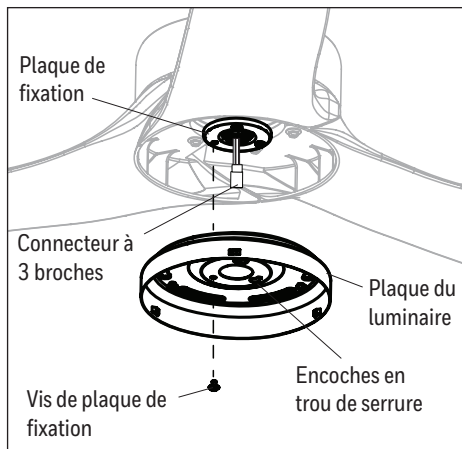

Figure 5.4
- Retirez l'une des trois vis de plaque de fixation préassemblées à la plaque de fixation et desserrez les deux autres vis sans les retirer. Faites passer le connecteur 3 broches dans le trou central de plaque du luminaire. Alignez les encoches en trou de serrure de la plaque du luminaire sur les vis desserrées de la plaque de fixation. Tournez la plaque de luminaire dans le sens des aiguilles d'une montre et remplacez la vis de plaque de fixation retirée précédemment. Serrez toutes les vis (Figure 5.4).